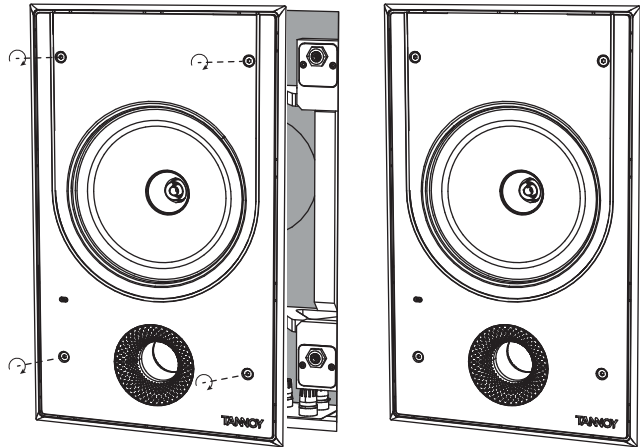

Fig. 2. Instalación en la lata trasera
2. Instale el conjunto del altavoz en la lata trasera, primero presionando los cuatro tornillos hasta el tope y luego apretándolos con la mano (Fig. 2). Asegúrese de no pillarse los cables del altavoz o sus dedos durante la instalación.